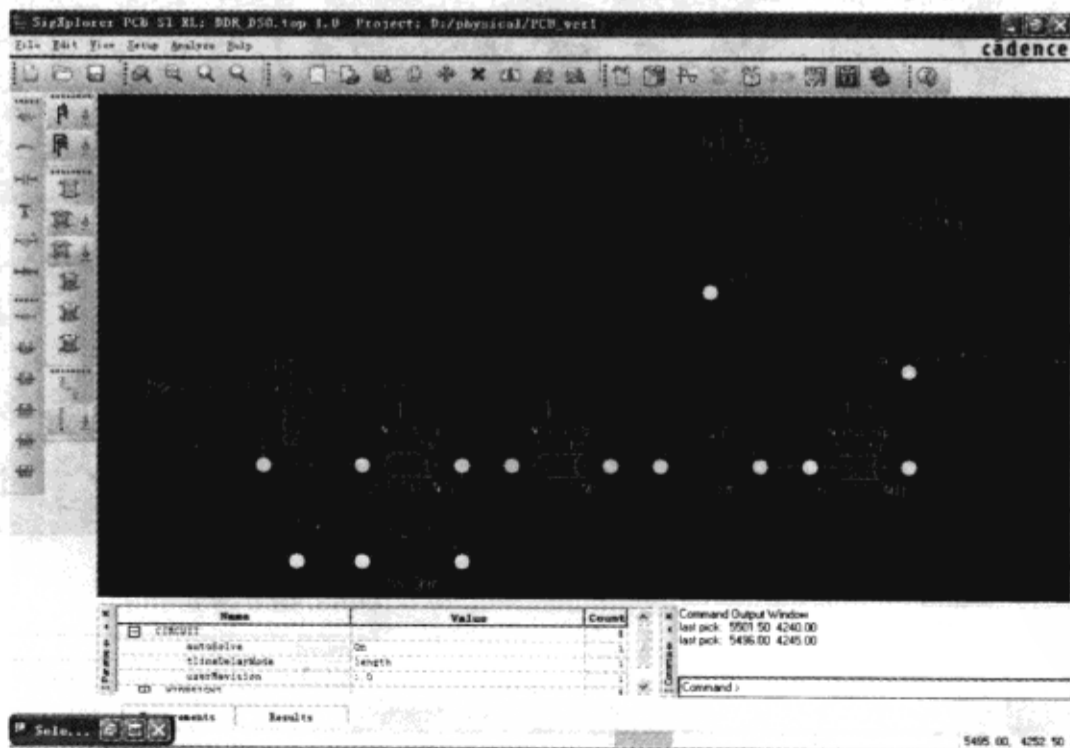

图 3-8-15 添加模型
(4) 在“Select IBIS Device Pin”对话框的列表框中选择包含“Pin51”和“DQ\_FULL”的那一行，这时，有一个模型附着在光标上，在 SigXplorer 窗口的适当位置单击鼠标左键，将该模型放置在 SigXplorer 窗口中，如图 3-8-15 所示。单击鼠标右键，在弹出的菜单中选择“End Add”。